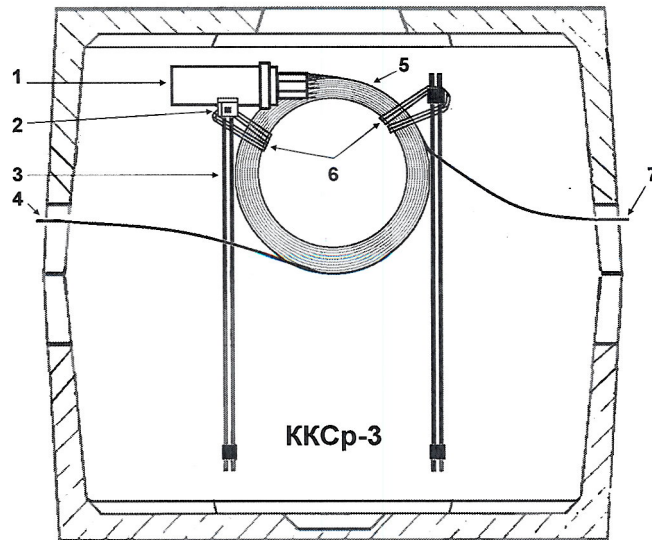

Рис. 9. Размещение тупиковой муфты типа МТОК и бухты технологического запаса сращиваемых кабелей в колодце ККСр-3:
4.3.4. Бухту запаса около тупиковой муфты следует формировать так, чтобы она помещалась в промежутке между вертикальными кронштейнами. В нём с допустимым радиусом изгиба помещается бухта запаса при наружном диаметре кабелей до 20 мм. Бухта в вертикальном положении устанавливается между кронштейнами и прикрепляется к консолям и кронштейнам перевязками из стальной проволоки (рис. 9).
4.3.5. В колодцах, в которых верхние оконечности кронштейнов свободны, муфту и бухту запаса следует крепить к кронштейнам как можно выше (рис. 9 и 10).